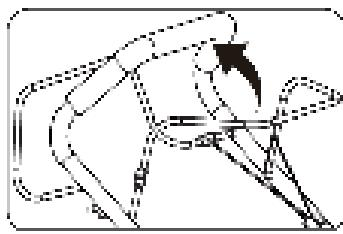

Рис. 14
3. Левой рукой нажмите и удерживайте рычаг останова двигателя (рис. 14).